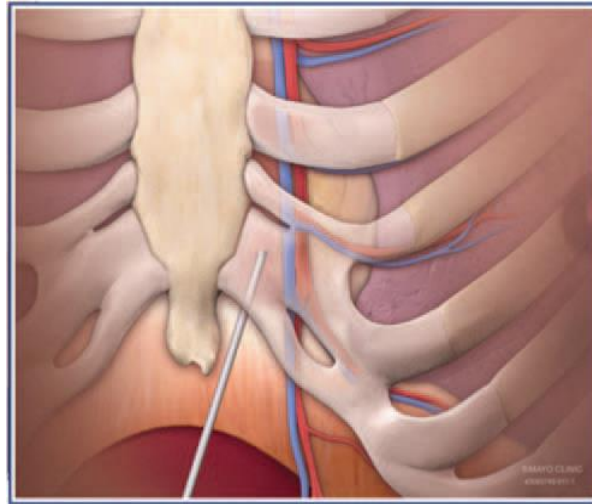

Figura 4 – Abordagem subxifóide
5. Sob orientação fluoroscópica, dirigir a agulha EpiAccess posteriormente em direção ao ombro esquerdo (Figura 4).